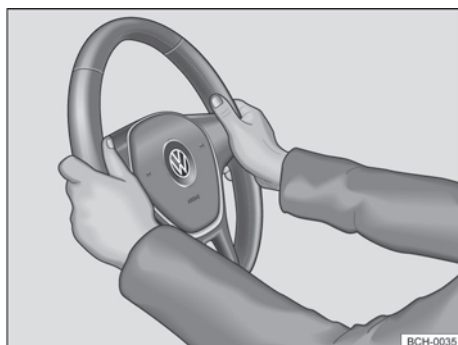

Fig. 61 No volante: posição 9 e 3 horas.
- Ajustar a posição do volante de forma que possa segurá-lo lateralmente pela borda externa nas posições de 9h e 3h → Fig. 61 com ambas as mãos e os braços ligeiramente dobrados.
- Empurrar a alavanca ① sempre pelo manípulo com firmeza para cima após o ajuste, para travar a posição do volante.
- Durante a condução, sempre segurar o volante com ambas as mãos lateralmente na borda externa *nas posições de 9h e 3h* → Fig. 61, para reduzir ferimentos causados por um acionamento do airbag frontal do condutor.